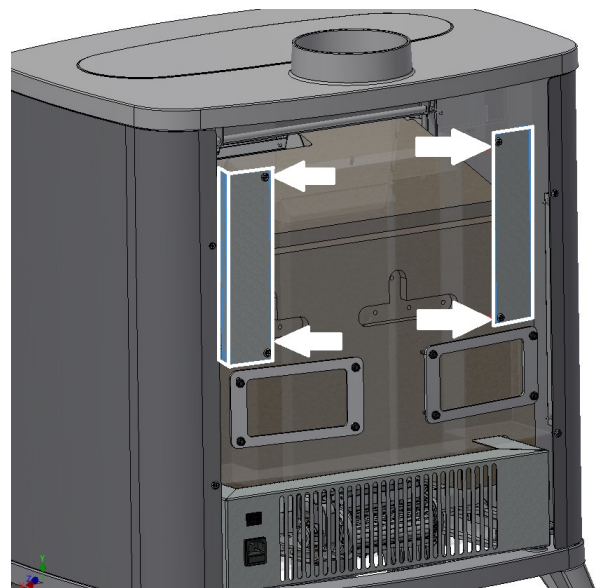

Fig. 15 - Reapriete los soportes
- Para cerrar los orificios, vuelva a apretar los soportes opuestos Fig. 15.